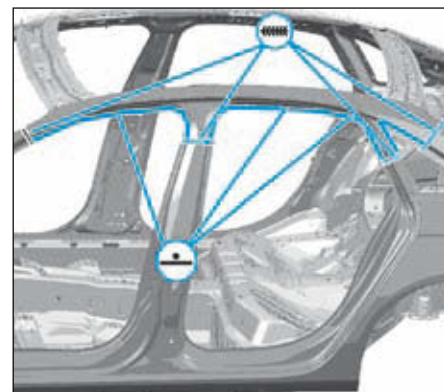

FIG.108
- Ajuster et souder comme illustré (Fig.108).